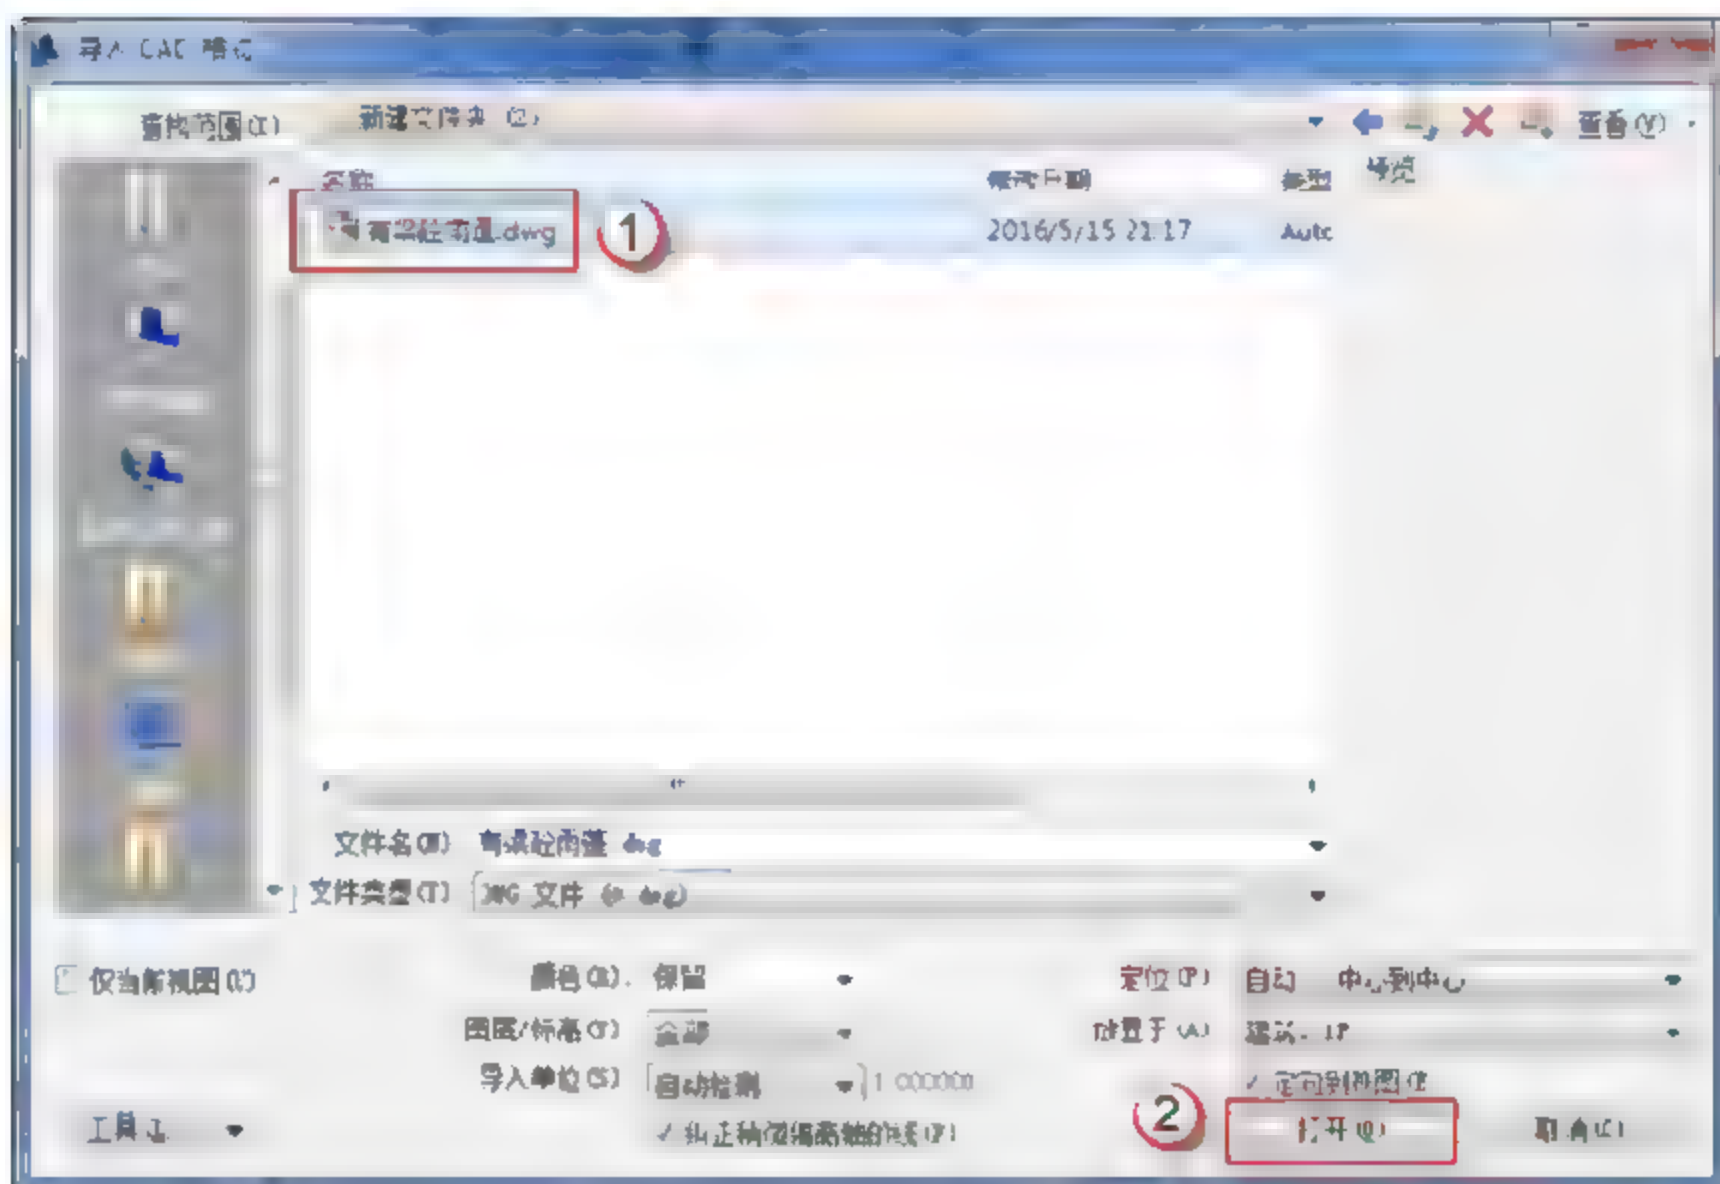
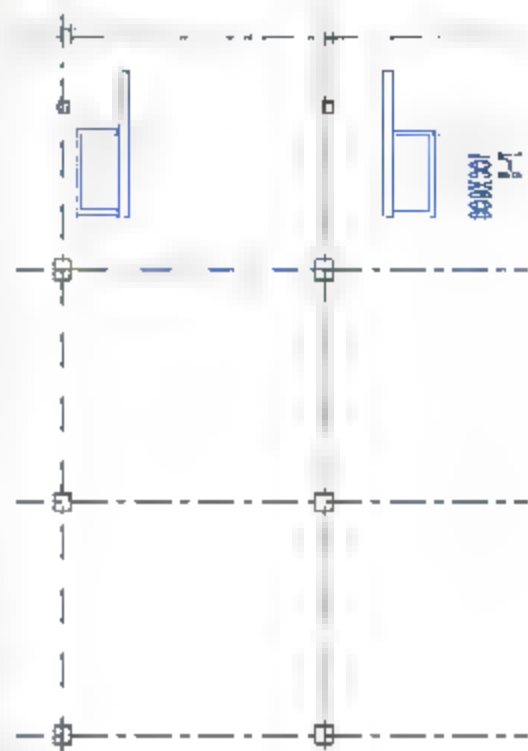

图 5.3.4 导入有梁混凝土雨篷 DWG 图
图 5.3.5 导入界面
(3) 导入配套资源中的 DWG 图。选择“插入”→“导入 CAD”→“打开”命令，在弹出的“导入 CAD 格式”对话框中选择“有梁混凝土雨篷”文件，如图 5.3.4 所示，导入后界面如图 5.3.5 所示。